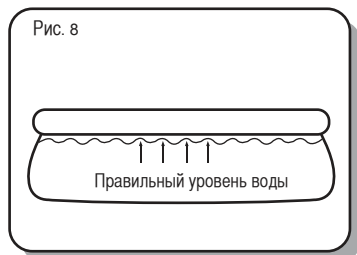

Рис. 8
5. Наполните бассейн водой на 80%, примерно до нижней части надувного кольца, так, чтобы стенки были гладкими и твердыми. НЕ ПЕРЕПОЛНЯЙТЕ бассейн водой, потому что от этого он может разрушиться. Во время сильных дождей, возможно, понадобится отливать часть воды, чтобы сохранить нужный уровень воды в бассейне. (См. рис. 8)